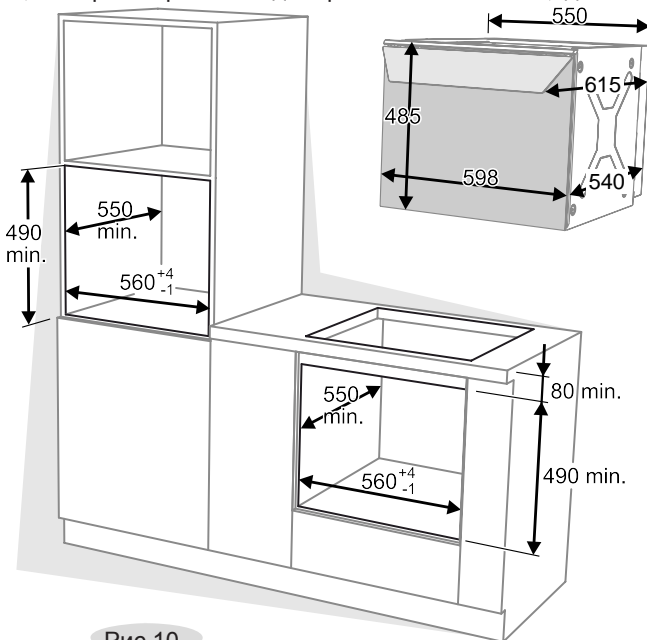

Рис.10
- Духовка встраивается в напольную тумбу или пенал кухонного гарнитура, в которых имеется ниша с размерами, указанными на рис.10